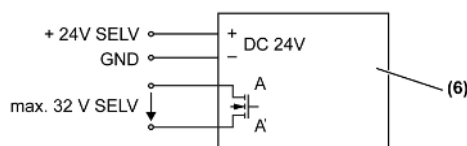

Bild 4: Anschluss allgemein
| (Bild 4) | (6) Bewegungsmelder Mini Basic |